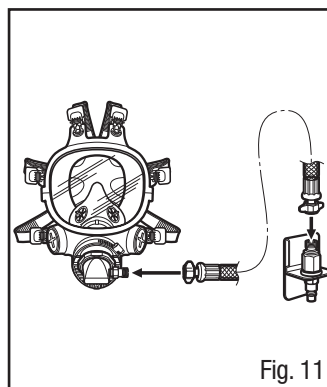

Fig. 11
2. Conecte el Tubo de respiración 3M™ W-3188 al adaptador (Fig. 11).
3. Conecte el Tubo de respiración 3M™ W-3188 a la válvula reguladora de aire (Fig. 11).